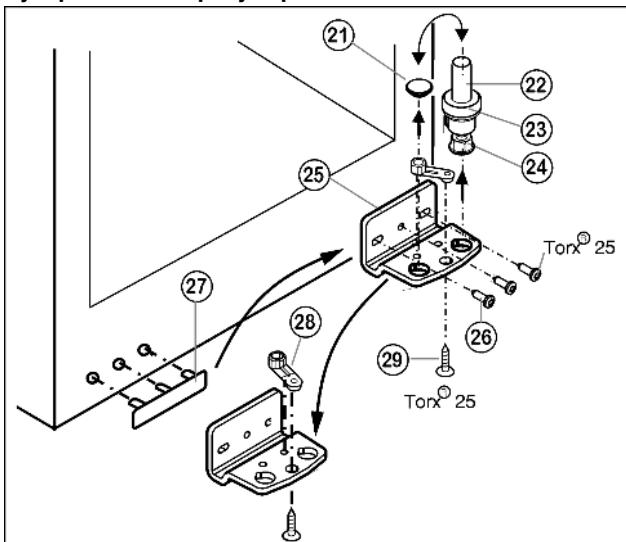

Fig. 5
- Извлеките опорный винт Fig. 5 (22) в комплекте с шайбой Fig. 5 (23) и регулируемой опорой Fig. 5 (24), вытягивая его вверх.
- Снимите пробку Fig. 5 (21).
- Открутите Fig. 5 (26) опорный кронштейн Fig. 5 (25).
- Открутите Fig. 5 (29) опорную деталь Fig. 5 (28) и, перевставив в отверстие на противоположной стороне опорного кронштейна, снова прикрутите.
- Осторожно снимите и переставьте на противоположную сторону крышку со стороны ручки Fig. 5 (27).
- Снова прикрутите опорный кронштейн Fig. 5 (25) на новой стороне шарнира (**с моментом 4 Нм**). При необходимости используйте аккумуляторный шуруповерт.
- Переставьте пробку Fig. 5 (21) в свободное отверстие.
- Вновь установите опорный винт Fig. 5 (22) в комплекте с шайбой и регулируемой опорой. При этом фиксатор должен быть направлен назад.